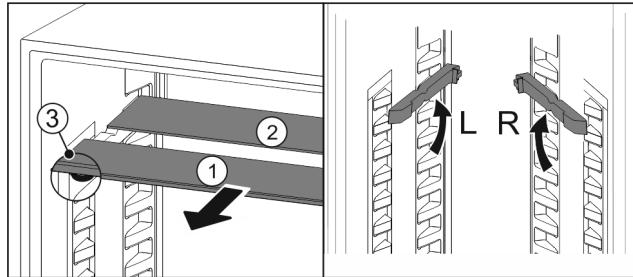

Fig. 120
- Издърпайте Fig. 120 (1) поотделно стъклените площи напред.
- Стъклената плоча Fig. 120 (1) с декоративната лайстна е отпред.
- Ограничителите Fig. 120 (3) сочат надолу.